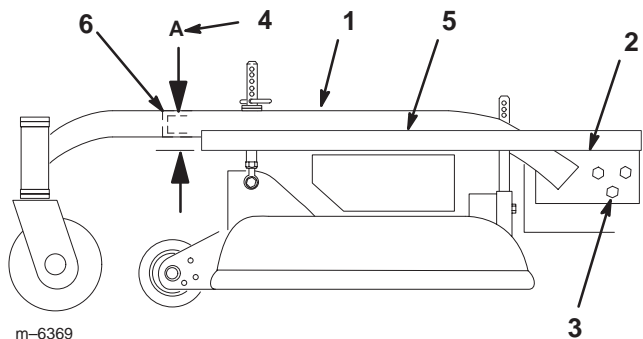

Figure 45
3. Placez une longue planche, ou autre objet similaire ayant un bord droit, en haut du moteur, comme illustré à la figure 45.
4. Au niveau du tube transversal du bâti porteur, mesurez la hauteur au point A (Fig. 45). Elle doit être égale à $33 \text{ mm} \pm 6 \text{ mm}$.
6. Desserrez les boulons de montage du bâti porteur de chaque côté de la machine (Fig. 45).
7. Alignez le bâti porteur et le plancher moteur à la même hauteur qu'au point A, c.-à-d. $33 \text{ mm} \pm 6 \text{ mm}$ (Fig. 45).